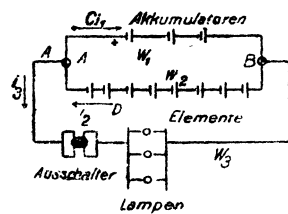

Fig. 27.
97. Jemand wünscht sich eine kleine Beleuchtungsanlage einzurichten. Er schafft zu diesem Zweck 3 [4] (5) Akkumulatoren von je 2 [1,95] (1,98) V elektromotorischer Kraft und 0,033 [0,008] (0,009) Ω innerem Widerstande an. Parallel zu den Akkumulatoren werden zum Laden derselben 8 [11] (14) Meidinger Elemente von je 9 [10] (8) Ω innerem Widerstand und 1 [1] (1) V elektromotorischer Kraft geschaltet. An die gemeinschaftlichen Klemmen A und B (Fig. 27) werden Glühlampen, deren Kombinationswiderstand 4 [7,5] (10) Ω beträgt, angeschlossen.